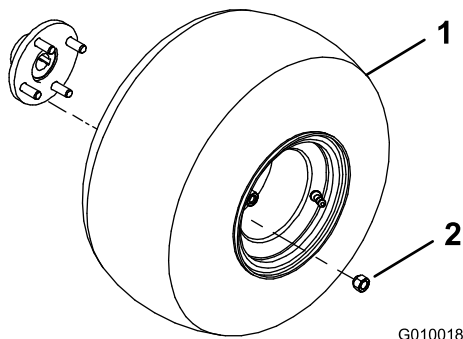

Figura 3
2. Monte un conjunto de rueda en el cubo de cada rueda trasera (Figura 3).
3. Instale las tuercas de las ruedas (Figura 3) y apriételas a 61–75 N-m.